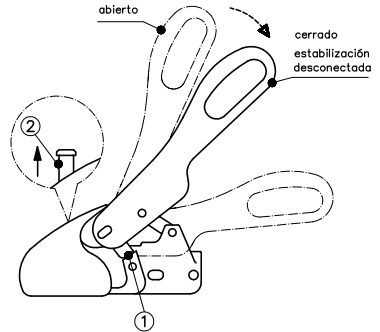

Figura 4
Para maniobrar el remolque sujete por favor los asideros de sujeción ubicados en el remolque en lugar de la palanca de mando del WS 3000/3500. El enganche esférico de tracción se coloca sobre la esfera de acoplamiento del vehículo tractor. (Figura 4) A través de la carga de soporte y una carga adicional eventual de la barra de tracción, el enganche esférico de tracción se cierra automáticamente y las pletinas laterales de seguridad (1) se encuentran paralelamente enfrentadas a las superficies de seguridad en la carcasa. (Figura 4) Cuando la esfera de acoplamiento se encuentra dentro de la carcasa del mismo, el pasador verde de la indicación de control (2) es visible. (Figura 4)
En caso de no ser utilizado un tiempo prolongado, el remolque debe ser aparcado con el enganche esférico de tracción cerrado, para ello levantar la palanca de mando abierta (Figura 4), tirar simultáneamente la rótula (elemento móvil - Figura 9) hacia delante o presionar el SAFETY BALL dentro de la cámara esférica y cerrar lentamente la palanca de mando.